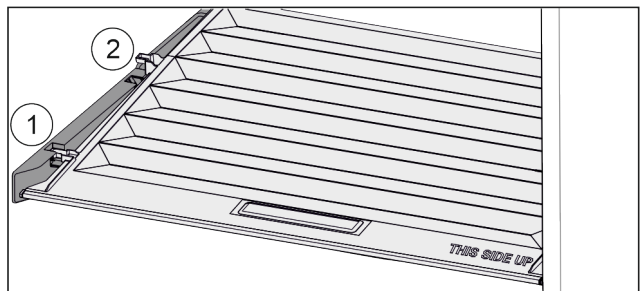

Fig. 38
- ▶ Кришку до отвору в деталях для підтримки потягнути вперед Fig. 38 (1).
- ▶ Підняти ззаду знизу та вийняти Fig. 38 (2) вгору.